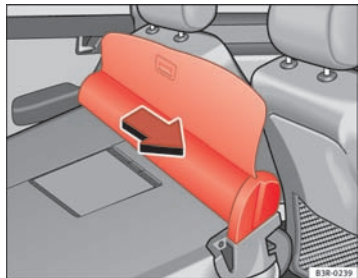

Fig. 122 Dépose du couvre-coffre/filet de séparation
- Tirez le filet de séparation dans le sens de la flèche ⇒ fig. 122 et dégagez-le de ses rails.